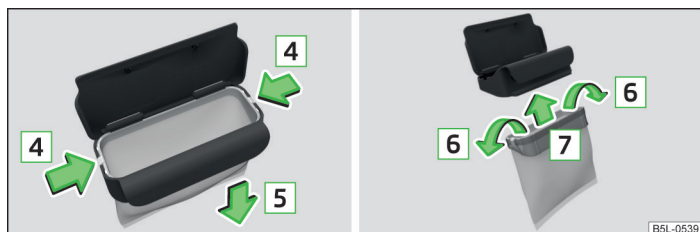

Fig. 66 Sustituir la bolsa
- Presione las dos lengüetas del marco interior del cuerpo del recipiente en el sentido de la flecha » fig. 66.